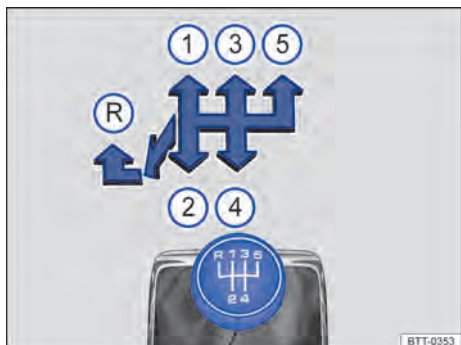
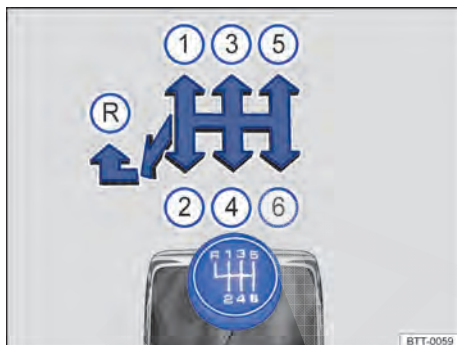

Fig. 145 Esquema de troca de marchas da transmissão manual de 5 marchas.
Fig. 146 Esquema de troca de marchas da transmissão manual de 6 marchas.
As posições de cada marcha estão representadas na alavanca da transmissão ⇒ Fig. 145 ou ⇒ Fig. 146.
- Empurrar a alavanca de troca de marcha totalmente para a esquerda e depois para frente até a posição da marcha à ré ⇒ Fig. 145 ou ⇒ Fig. 146 .